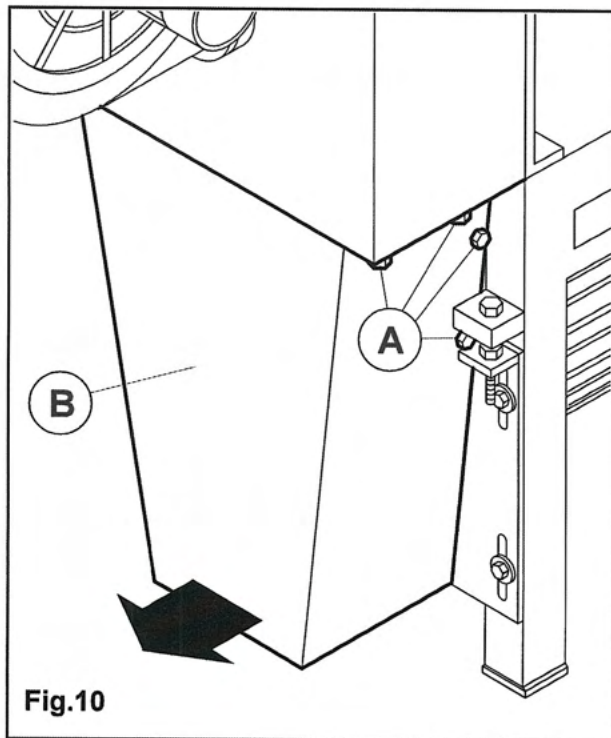

Fig.10
(Vedi fig.10)
- Smontare il carter di protezione (B Fig.10) togliendo le 4 viti di tenuta (A Fig.10) da ambo i lati.
(See fig.10)
- Smontare il carter di protezione (B Fig.10), come descritto al paragrafo precedente.
- *Remove guard (B Fig.10), as described in the previous section.*